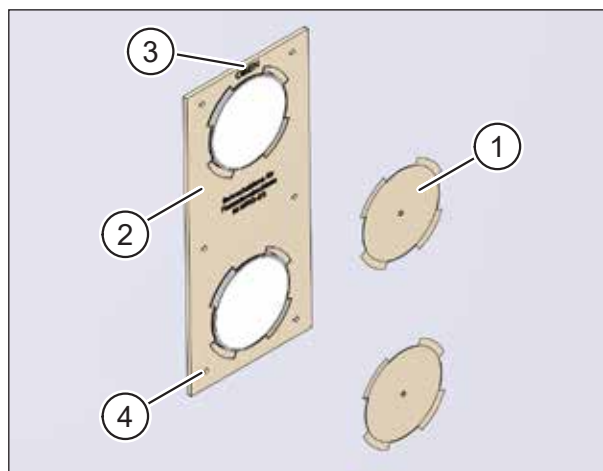

Fig. 16 : Percer des trous
- ▶ Appuyez sur les découpes, perforées au préalable (pos. 1 dans Fig. 16), des tuyaux d'aération, hors du gabarit de perçage (pos. 2 dans Fig. 16).
- ▶ Posez le gabarit de perçage (pos. 2 dans Fig. 16), en bonne position, sur les tuyaux d'aération et de niveau par rapport à la façade.
- Tenez compte de la mention « OBEN (HAUT) » (pos. 3 dans Fig. 16) sur le gabarit de perçage.
- ▶ Avec le foret à pierre de 6 mm, percez six trous d'env. 40 mm de profondeur aux emplacements, marqués dans le gabarit de perçage (pos. 4 dans Fig. 16), dans le mur extérieur.